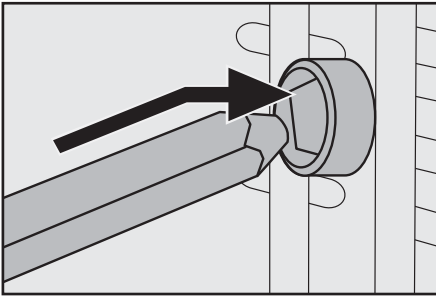

Fig. 1: Introduceți rotisorul **16** în mecanismul de antrenare **1**.
- Introduceți mai întâi capătul rotisorului **16** fără canelură în mecanismul de antrenare **1** (fig. 1):